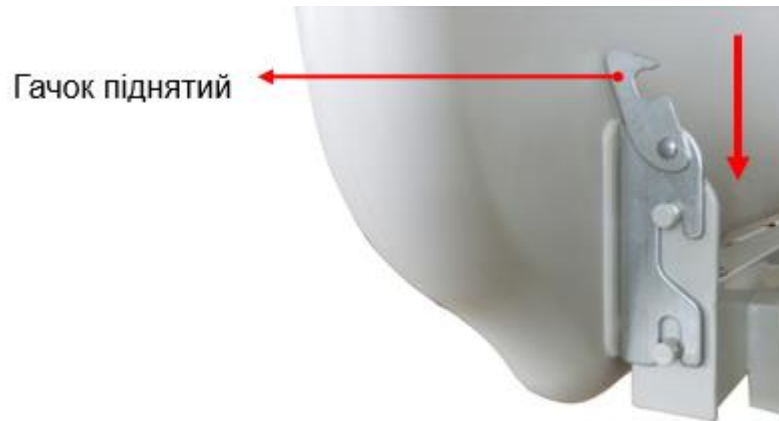

Рис. 3
нижче. Поверніть перемикач угору та вставте бортик або ніжку в тримач, як показано на Рис.3.
- (3) Вставте узголів'я/задню панель (Рисунок 3) у відповідний металевий гачок, потім закріпіть узголів'я/задню панель за допомогою металевого гачка як показано на (Рисунку 4). Поверніть гачок вниз, щоб зафіксувати.